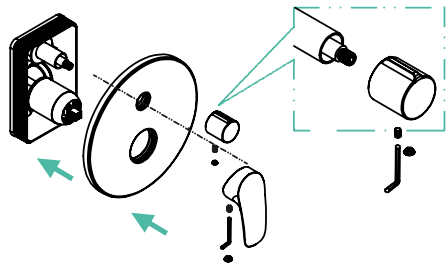

Рис. 6
7. Установите на корпус декоративный отражатель, как показано на рис. 6, и закрепите винтом ручку дивертора. Затем установите ручку смесителя, закрепив ее винтом. **Внимание:** при установке дивертора убедитесь, что направление выбрано правильно.